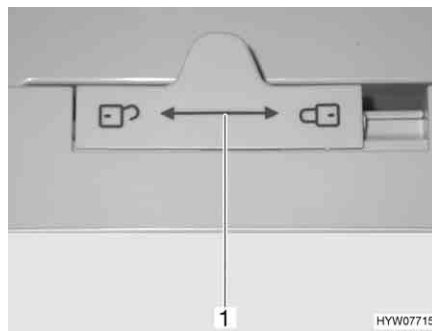

Bild 135 Verriegelung der Kühlschranktür (Dometic 7er-Reihe)
- Verriegelung (Bild 135,1) nach links "🔓" schieben.
- Verriegelung (Bild 135,1) ganz nach rechts "🔒" schieben.